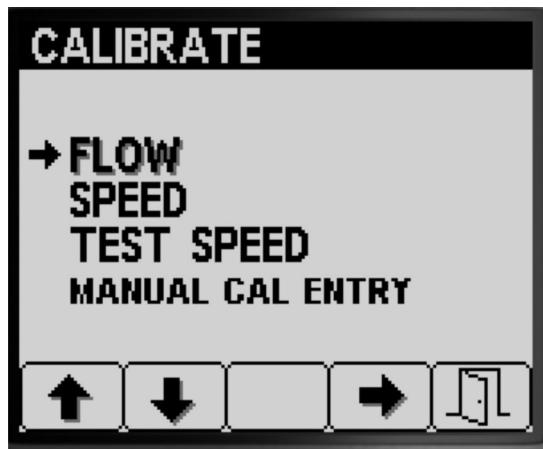

Figura 41
- Prima os botões 1 ou 2 no submenu CALIBRAÇÃO para navegar para a opção FLUXO (Figura 41).
3. Prima o botão 4 para selecionar a opção Calibração do fluxo (Figura 41).